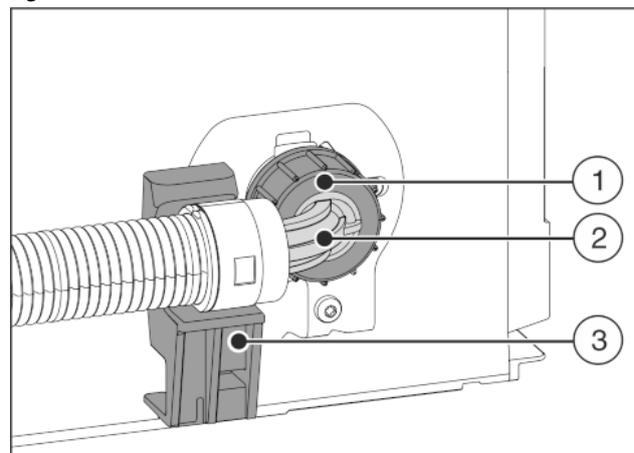

Fig. 22
- ▶ Coloque y sujete el extremo de manguera acodado Fig. 22 (2) en posición horizontal en el soporte Fig. 22 (3).
- ▶ Atornille a mano la tuerca Fig. 22 (1) en la rosca hasta que quede ajustada de forma firme y segura.